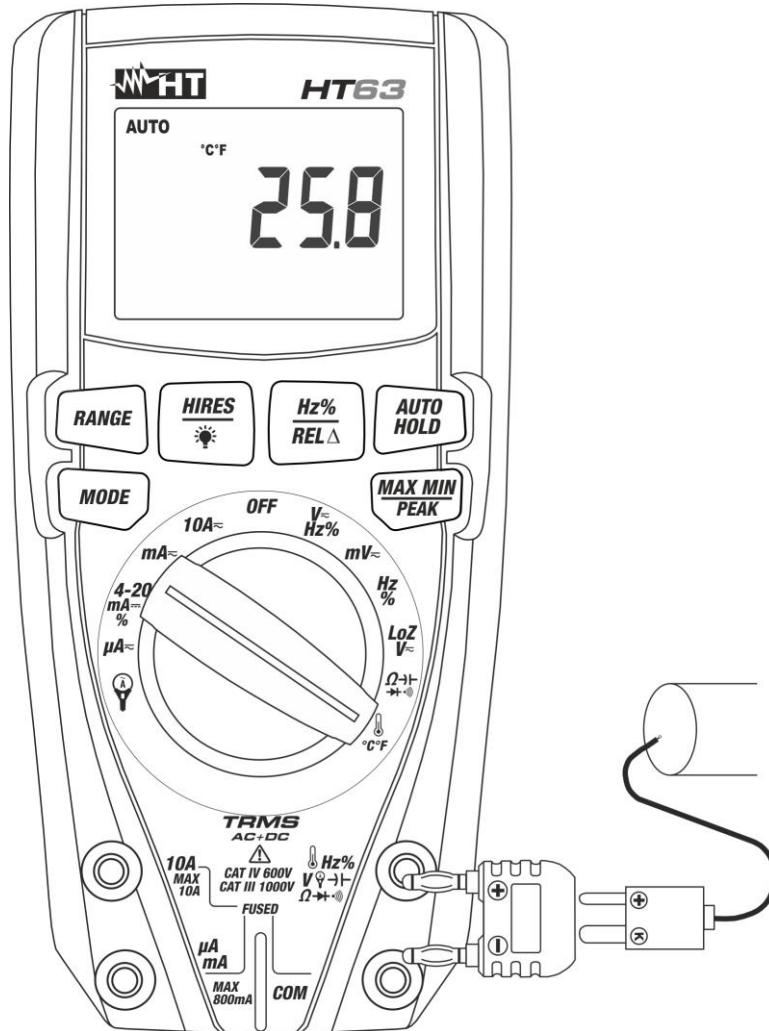

Fig. 9: Uso del instrumento para medida de Temperatura
3. Inserte el adaptador en dotación en los terminales de entrada Hz% V Hz% Ω (polaridad +) y **COM** (polaridad -) (vea Fig. 9)